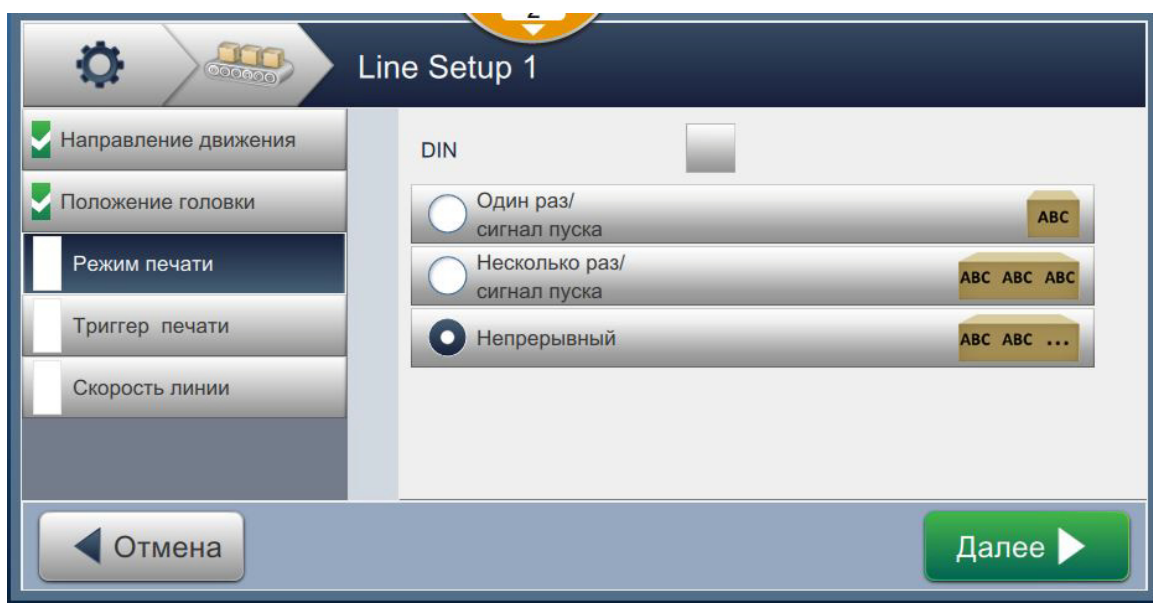

Рис. 6-31: Режим печати – непрерывная
- чтобы задать режим, как показано на Рис. 6-31.